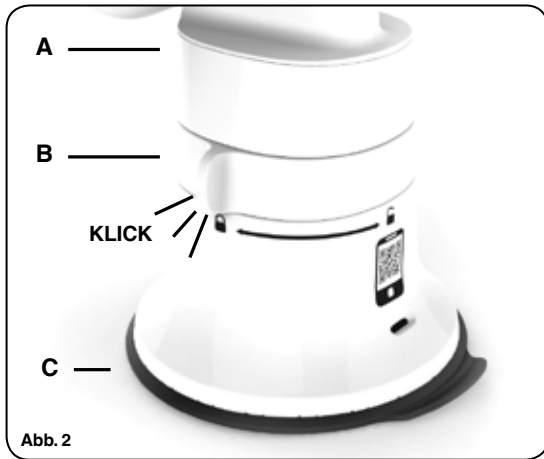

Abb. 2
3. Um den Saugfuß an der Arbeitsplatte und eines der oberen Teile am Saugfuß zu befestigen, drehen Sie die Saugfußverriegelung (B) auf die geschlossene Position , bis ein Klickgeräusch zu hören ist. Überprüfen Sie, dass alle Teile fest ineinander sitzen (Abb. 2).